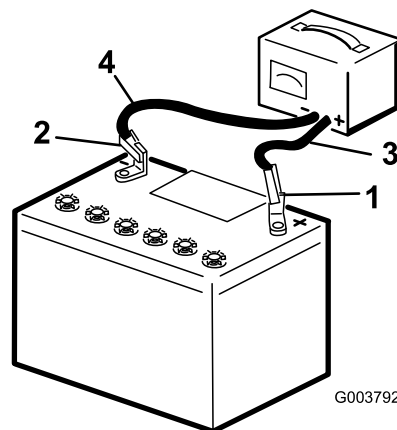

Рисунок 97
5. Подсоедините положительный провод зарядного устройства к положительному штырю аккумулятора (Рисунок 97).
- Подсоедините отрицательный провод зарядного устройства к отрицательному штырю аккумулятора (Рисунок 97).
- После полной зарядки аккумулятора отсоедините зарядное устройство от источника электропитания и штырей аккумулятора (Рисунок 97).